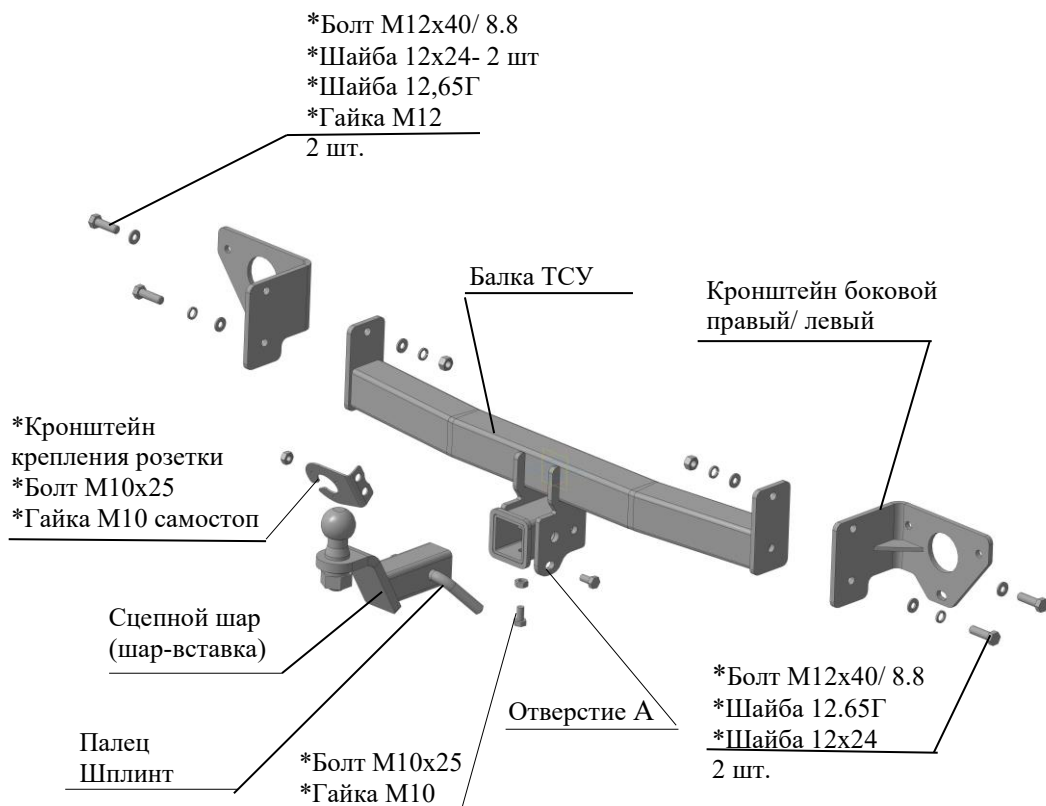

Рис.1 Тягово-сцепное устройство ТСУ 7930.
2.1 ТСУ 7930 в сборе (рис.1)	1 шт.
2.2 Пакет с комплектующими (см. рис.1)+защитный колпак	1 шт+1 шт.
- 4.5 Установить балку между боковыми кронштейнами, закрепить крепежом соответственно рис.1. Крепеж не затягивать.